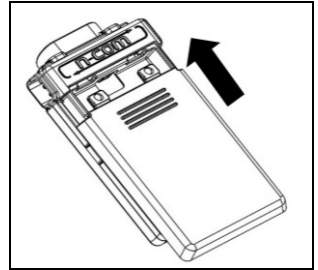

Abb. 3
- Schließen Sie die E-Box wieder (Abb. 3).